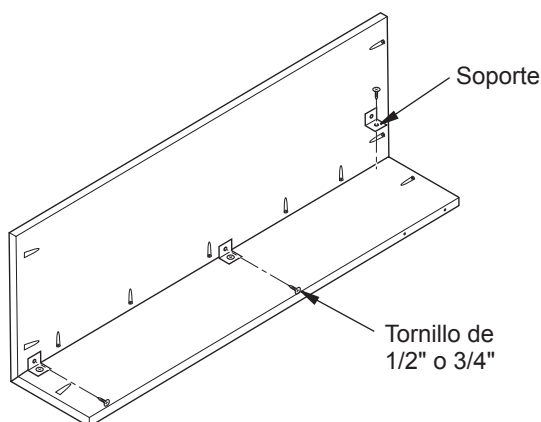

Figura 2 - Instalación de los soportes
2. Para ensamblar cada tramo se utilizan 3 soportes para mayor estabilidad. El juego de piezas de ferretería para soporte contiene tornillos de 1/2" o 3/4". Con la ayuda de los tornillos de 1/2" o 3/4", instale un soporte en el centro de cada tramo ensamblado y uno en cada extremo, a una distancia máxima de 2.54 cm. (1") del último orificio angular, sin cubrirlo (consulte la figura 2).